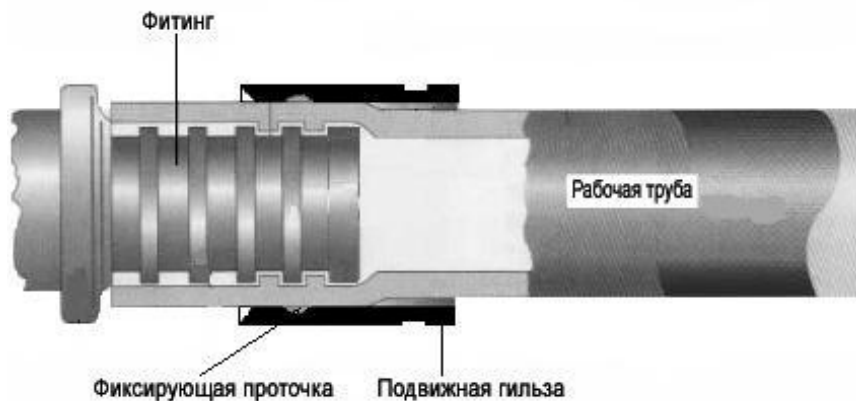

Рис. 21. Пресс соединение
6.1.6. Надеть на трубу подвижную гильзу фиксирующей проточкой в сторону присоединяемого фитинга. На рис. 21 указано местоположение проточки.